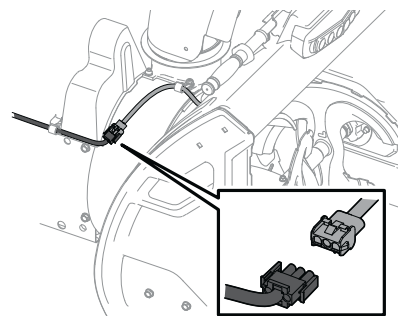

Figure 4-11
**NOTE** Pour les modèles équipés d'une barre de lumières DEL sur le boîtier des tarières, débranchez le faisceau de fils avant de retirer le couvercle de courroie. Voir Figure 4-11.